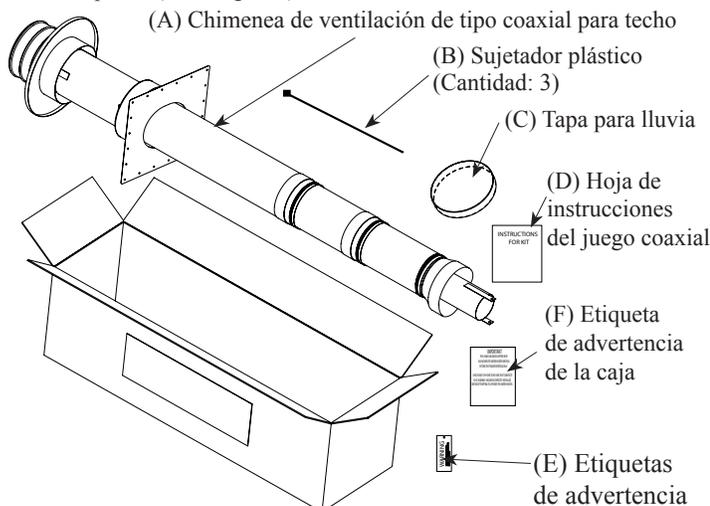

Figura 1: Componentes del juego
1 Inspeccione el envío. Inspeccione el contenido del juego en busca de posibles daños. Verifique la cantidad de componentes del juego. El juego incluye: (A) 1 chimenea de ventilación de tipo coaxial para techo; (B) 3 uniones de cierre de plástico; (C) 1 tapa para lluvia; (D) 1 hoja de instrucciones del juego coaxial; (E) 3 etiquetas de advertencia; y (F) 1 etiqueta de advertencia de la caja. Informe sobre cualquier insuficiencia a su distribuidor local o llame al 1-800-432-8373 para obtener una parte de repuesto (vea la figura 1).